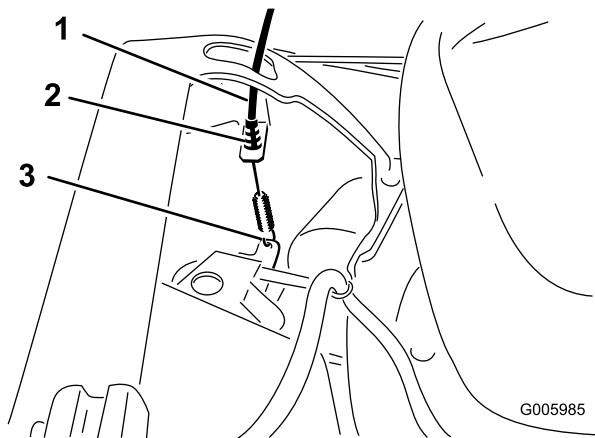

Bild 6
3. Verlegen Sie das Selbstantriebskabel seitlich entlang des Griffs, durch die Öffnung an der linken Seite des Gehäuses und befestigen Sie das Kabelende (Bild 6).